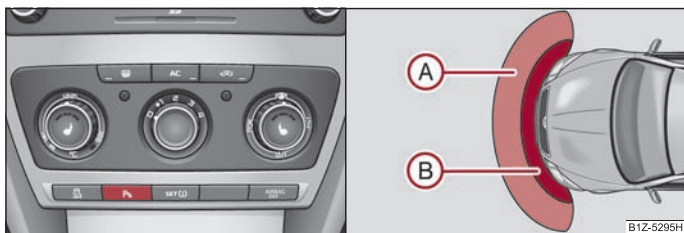

Fig. 115 Activarea asistenței la parcare / Domeniul de acțiune al senzorilor din față
Avertizarea pornește la o distanță de 120 cm față de obstacolul din fața autovehiculului (zona **A**) ⇒ fig. 115) și de 160 cm față de obstacolul din spatele autovehiculului (zona **A**). Odată cu micșorarea distanței, se scurtează intervalele dintre semnale.
Sistemul de asistență la parcare se activează, când contactul motor este pus, la cuplarea **treptei de marșarier** sau la apăsarea tastei ⇒ fig. 115 - stânga, în tastă se aprinde simbolul **P**. Activarea va fi confirmată prin emiterea unui ton scurt.
Sistemul de asistență la parcare se dezactivează prin apăsarea tastei **P** ⇒ fig. 115 - stânga sau la viteze peste 10 km/h – simbolul **P** din tastă se stinge.
- Dacă după activarea sistemului se emite cca. 3 secunde un semnal sonor, iar în jurul autovehiculului nu se găsește nici un obstacol, înseamnă că există o defecțiune în sistem. Defecțiunea este semnalizată și prin clipirea simbolului (P_u) din tasta ⇒ pagina 110, fig. 115 -stânga. Defectul trebuie remediat de către o unitate autorizată.
- Când sistemul de asistare la parcare este activat și selectorul cutiei de viteze automate se găsește în poziția (P), semnalizarea acustică se întrerupe (autovehiculul nu se poate deplasa). ■